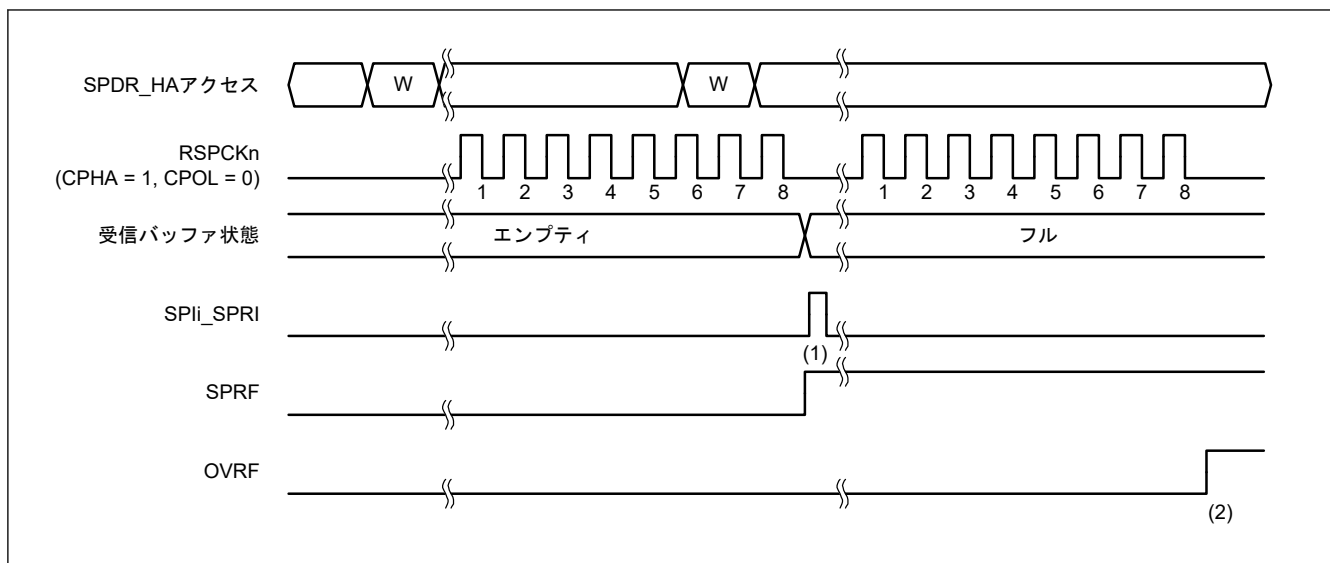
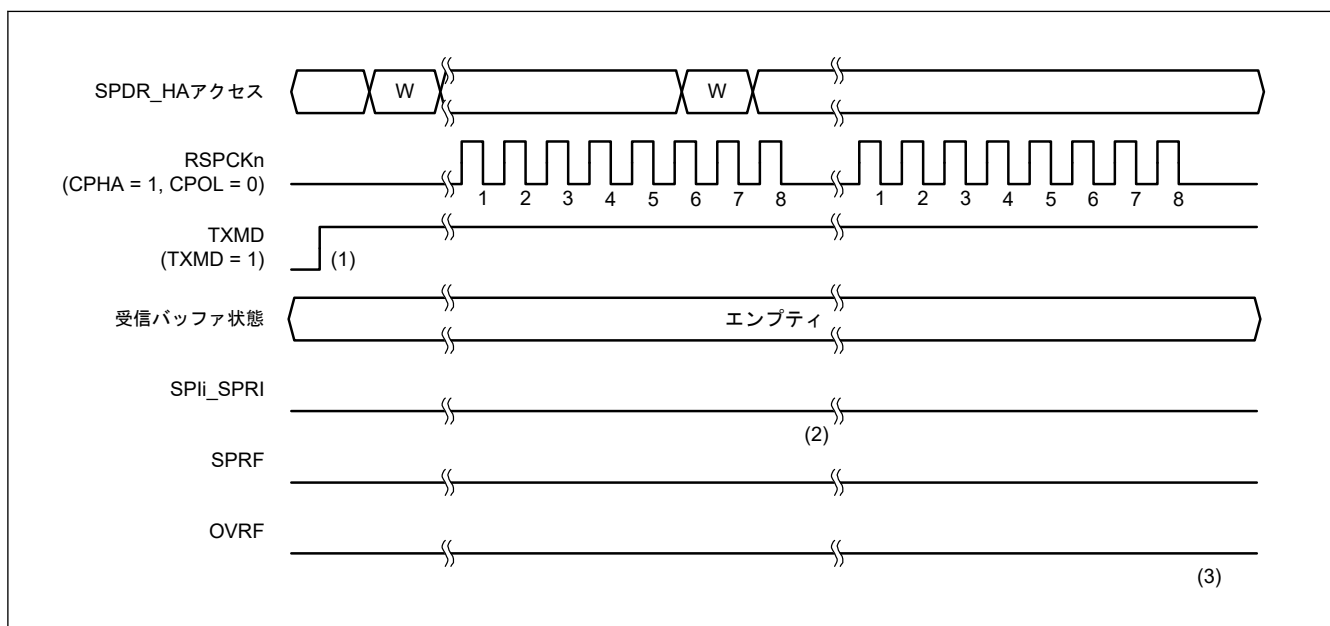
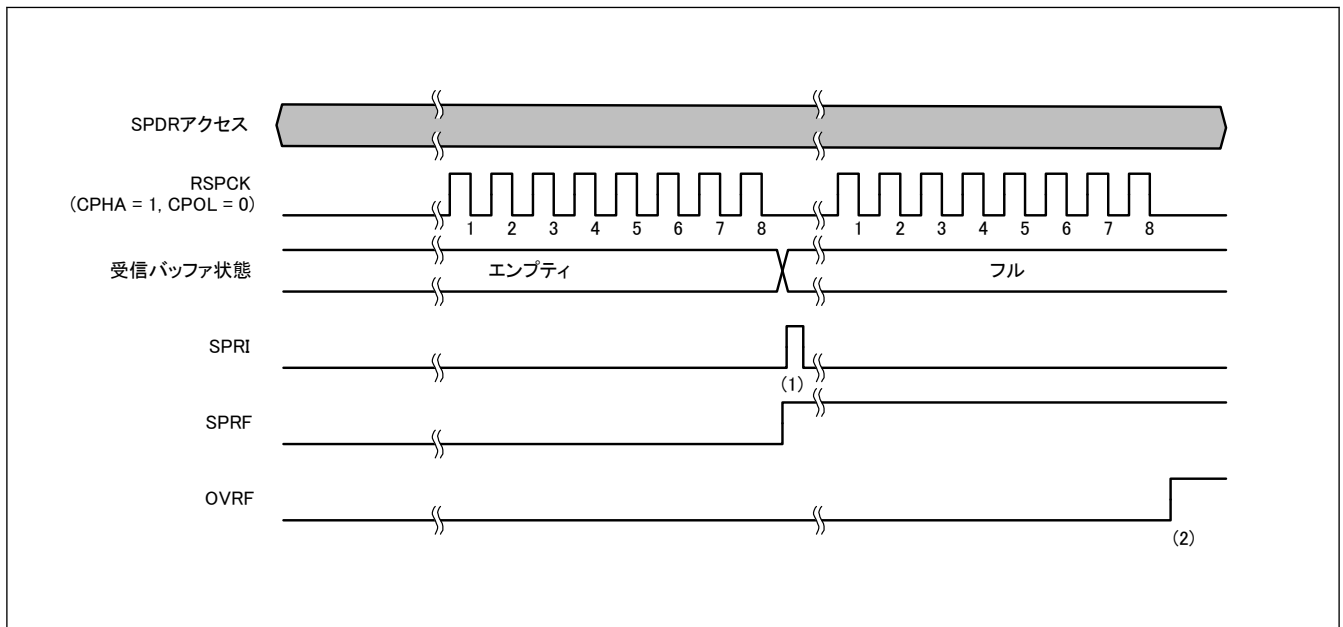

図 30.26 SPCR3.ETXMD = 0 かつ SPCR.TXMD = 0 の動作例
図 30.27 SPCR3.ETXMD = 0 および SPCR.TXMD = 1 の動作例
図 30.28 MSTR = 0 かつ ETXMD = 1 の場合の動作例
通信動作モード選択ビット (SPCR.TXMD) の設定により、全二重同期式シリアル通信または送信のみの動作が選択できます (拡張通信モード選択ビット (SPCR3.ETXMD) が 0 の場合)。SPCR3.ETXMD ビットが 1 の場合、スレーブモード (SPCR.MSTR = 0) で SPI の動作は受信のみです。これは SPCR.TXMD ビットが SPI の動作に影響を及ぼさないためです。図 30.26、図 30.27、および図 30.28 に記載した SPDR アクセスは、SPDR レジスタへのアクセス状況を示しています。W は書き込みサイクルを示しています。
図 30.26 に、SPI コントロールレジスタ 3 (SPCR3) の拡張通信モード選択ビット (ETXMD) を 0、通信動作モード選択ビット (SPCR.TXMD) を 0 にした場合の動作例を示します。この例では、SPDCR.SPFC[1:0] ビットが 00b、SPCMDm.CPHA ビットが 1、SPCMDm.CPOL ビットが 0 の設定で、SPI が 8 ビットのシリアル転送を実行しています。RSPCKn 波形の下に記載した数字は RSPCK サイクル数 (= 転送ビット数) を示しています。
以下に、図 30.26 の (1)、(2) に示したタイミングでのフラグ動作を説明します。
図 30.27 に、拡張通信モード選択ビット (SPCR3.ETXMD) を 0 にした場合および通信動作モード選択ビット (SPCR.TXMD) を 1 にした場合の動作例を示します。この例では、**SPDCR.SPFC[1:0]** ビットが 00b、**SPCMDm.CPHA** ビットが 1、**SPCMDm.CPOL** ビットが 0 の設定で、**SPI** が 8 ビットのシリアル転送を実行しています。**RSPCKn** 波形の下に記載した数字は **RSPCK** サイクル数 (= 転送ビット数) を示しています。
以下に、図 30.27 の (1)~(3) に示したタイミングでのフラグの動作内容を説明します。
SPI コントロールレジスタ (SPCR) の SPI マスタ/スレーブモード選択ビット (MSTR) を 0 に設定し、SPI コントロールレジスタ 3 (SPCR3) の拡張通信モード選択ビット (ETXMD) を 1 に設定した場合の動作例を図 30.28 に示します。SPI データコントロールレジスタ (SPDCR) の SPFC[1:0] ビット = 00b、SPI コマンドレジスタ (SPCMD) の CPHA ビット = 1、SPCMD の CPOL ビット = 0 の設定で、SPI が 8 ビットデータシリアル転送をする例を図 30.28 に示します。RSPCK 波形の下番号は、RSPCK 周期の番号 (転送ビットの番号) を示します。